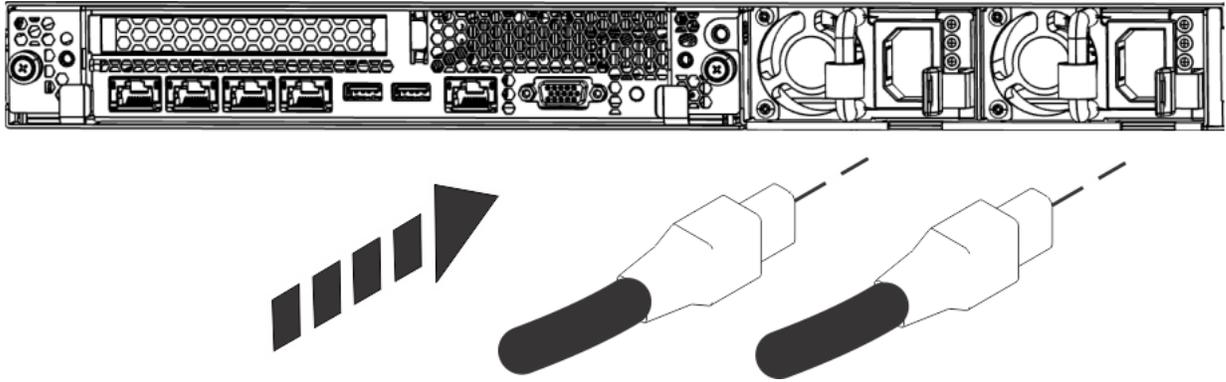

Figura 2. Conexión de los cables de alimentación a las fuentes de alimentación
- Si va a utilizar una conexión compartida para IPMI y la HMC, un solo cable en el puerto 0 de la figura 2 puede satisfacer ambos requisitos, IPMI y HMC.
6. Conecte los cables de alimentación del sistema y los cables de alimentación para cualquier dispositivo conectado en la fuente de alimentación de corriente alterna (CA).